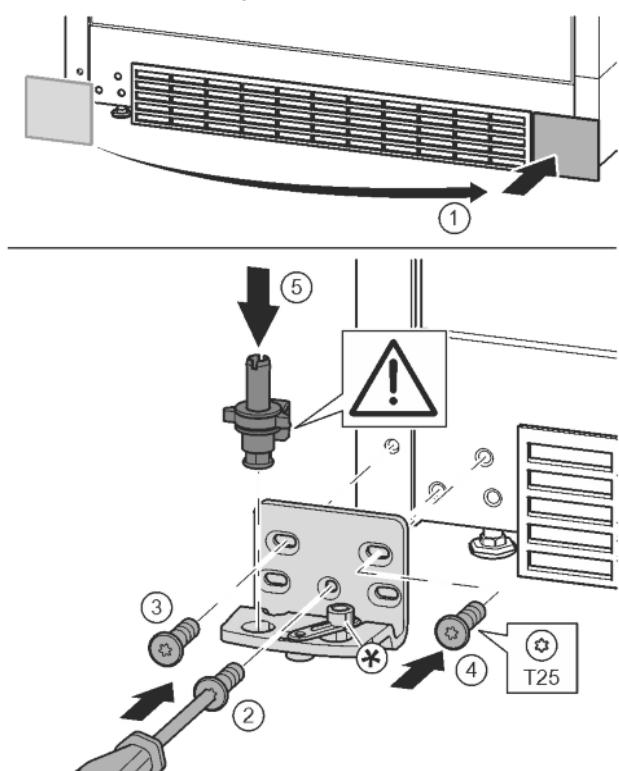

Fig. 16
- ▶ Зніміть кришку та встановіть її з іншого боку. Fig. 16 (1)
- ▶ Встановіть опорний кронштейн з іншого боку і закріпіть гвинтами за допомогою викрутки T25. Почніть із гвинта 2 знизу посередині. Fig. 16 (2)
- ▶ Закрутіть гвинти 3 та 4. Fig. 16 (3, 4)
- ▶ Вставте цілком опорний гвинт. При цьому виступ фікатора повинен бути спрямований назад. Fig. 16 (5)